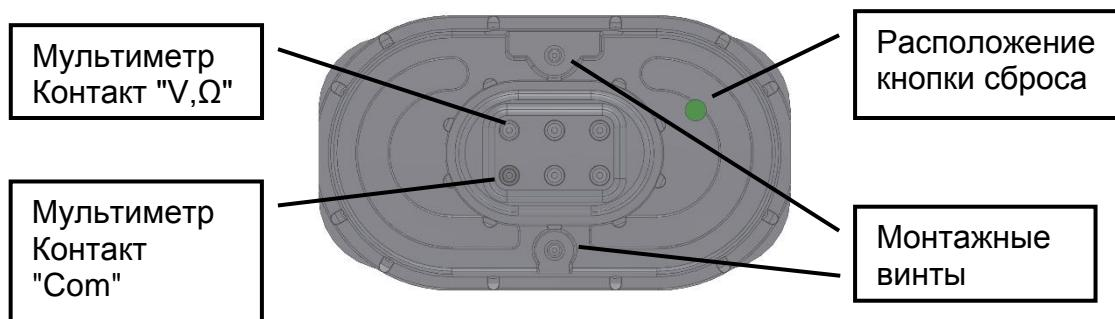

Рис. 5-2: Батарейный блок питания, вид снизу. Правильное подключение мультиметра.
- Вывинтите два крепежных винта батарейного блока питания (Torx T10), см. Рис. 5-2. Внимание: используется сильная пружина, поэтому крепко обхватите блок питания при отвинчивании.
- Нажмите кнопку на блоке питания, см. Рис. 5-2 (кнопка находится за отверстием в блоке питания; на нее можно нажать кончиком ручки). Это укажет датчику газов, что установлены свежие батареи, и сбросит датчик заряда. Учтите, что эту операцию с кнопкой распознают только датчики газов с прошивкой 3.0 или выше. Пожалуйста, свяжитесь с GasSecure, если ваш датчик газов имеет более старую версию прошивки или вы не уверены в прошивке своего устройства.
Измерьте напряжение батарейного блока питания, подключив мультиметр к клеммам, как показано на Рис. 5-2. Номинальное напряжение составляет +7,2 В. Напряжения ниже +7,0 и выше +7,8 В не допускаются. Проверьте правильность направления элементов батареи, см. Рис. 5-3, если измеренное напряжение находится за пределами допустимого диапазона.